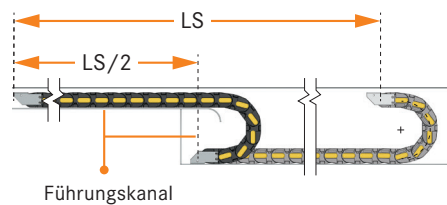

Abb. 1
- Abgestützte Anwendungen, bei denen sich die Schleppkette auf einem Boden innerhalb eines Führungskanals bewegt (**Abb. 1**), beispielsweise bei Anwendungen mit langer verfahrbarer Strecke